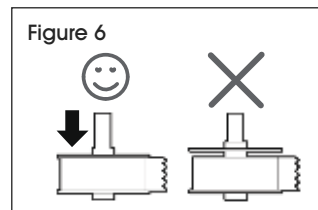

Figure 6
5. Placez le guide de bobine du côté droit de la bobine et appuyez sur le guide fermement contre le côté du rouleau d'étiquettes, en ne laissant aucun espace entre le rouleau et la bobine. (Voir Figure 6)
**REMARQUE :** Pour éviter que les étiquettes ne se déplacent lors de l'impression, le rouleau d'étiquettes doit être bien serré entre les deux côtés de la bobine d'étiquettes, sans qu'il y ait d'espace. (Voir Figure 6)